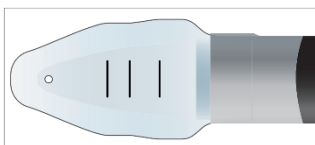

図2 粘着テープによる固定
- 1) 粘着テープを使用し、キャップを内視鏡に取り付ける (図 2)。